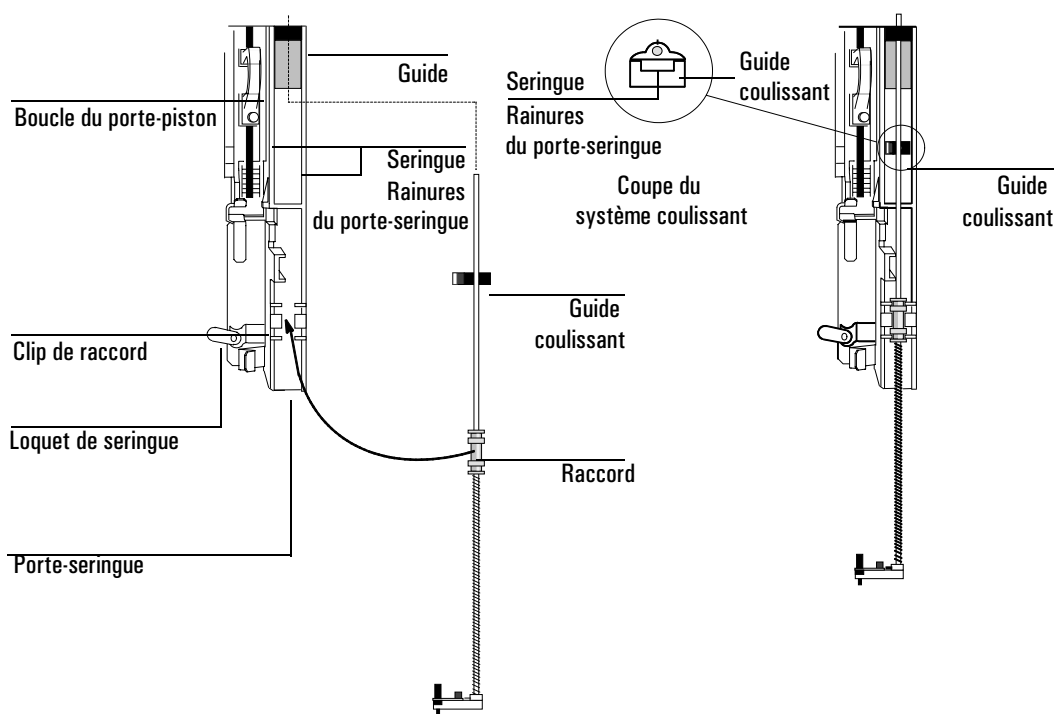

Figure 14 Installation de l'ensemble support d'aiguille
7. Tournez l'ensemble support d'aiguille de façon à ce que la surface plane du guide coulisse de haut en bas le long des rails comme illustré dans la Figure 14.